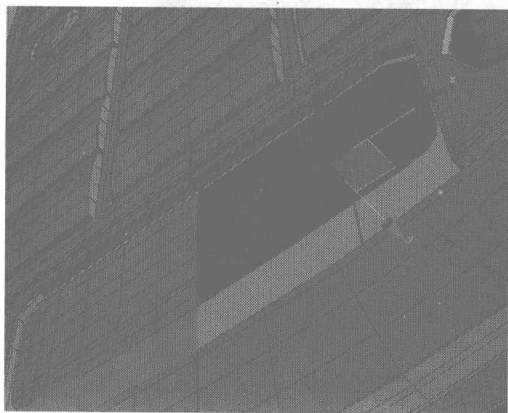
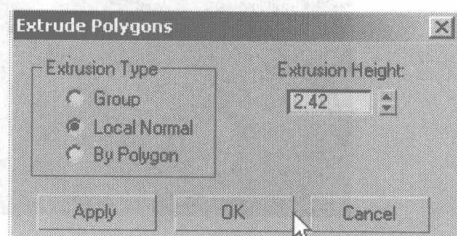

图 4.618
图 4.619
- 61** 选择如图 4.618 所示的面，在 Edit Polygons 卷展栏中单击 **Extrude** 右侧的小按钮，在弹出的对话框中设置挤压参数，如图 4.619 所示，挤压出面片的高度。